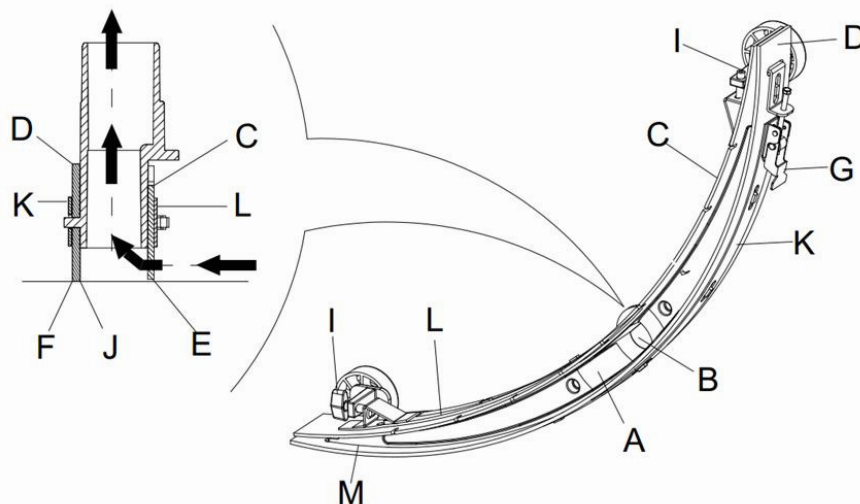

Figura 15
2. Presione el interruptor de encendido (41) en posición "O" para apagar la máquina.
3. Desenrosque el mango fijo (16) de la escobilla de goma; desmonte el conector que junta la manguera de aspiración de recuperación de la escobilla de goma y retire la escobilla.
4. Use la palanca de elevación de la escobilla (14) para levantar el bastidor de la escobilla.
5. Limpie la escobilla de goma (Figura 15). Limpie bien la ranura (A, Figura 15) la suciedad y los escombros de la manguera de aspiración. Compruebe si la lámina delantera (C) y la lámina posterior (D) permanecen intactas o si tienen grietas y bordes rotos. Reemplácelos si hace falta (refiérase a los pasos en el apartado que sigue).
1. Observando los métodos mencionados en la sección anterior, limpie la escobilla de goma (Figura 15).
2. Inspeccione el borde (E, Figura 15) en la lámina delantera de la escobilla y el borde (F) de la lámina posterior (D). A lo largo de su longitud, deben ser alineados. De lo contrario ajuste su altura conforme a los siguientes procedimientos:
- Afloje el gancho (G) para permitir que la lámina posterior de la escobilla de goma (D) quede separada del retenedor (M) para ajustar la posición de la escobilla de goma. Después de ajustar, vuelva a apretar el gancho.
- Afloje el tornillo en el mango (I) para ajustar la lámina delantera de la escobilla de goma (C); apriete el tornillo del mango después de ajustar.
3. Revise la integridad de la lámina delantera (C) y la lámina posterior (D), compruebe si hay cortaduras y fugas. Si hace falta, reemplácelos como es indicado abajo. Asegúrese de que el borde delantero (J) de la lámina posterior no esté desgastado; De lo contrario, dé vuelta a la lámina para sustituir el borde desgastado por un íntegro (el borde superior debe ser intacto). Si el borde superior también está gastado, reemplace la lámina según el siguiente procedimiento:
- Afloje el gancho (G) para permitir que la lámina de presión se separe del retenedor (M), retire la barra de ganchos (K), luego cambie o dé vuelta a la lámina posterior (D). Instale la lámina posterior de la escobilla de goma en el orden inverso del desmontaje.
- Afloje el tornillo del mango (I) y retire la barra de ganchos delantera (L), a continuación cambie la escobilla de goma delantera (C).